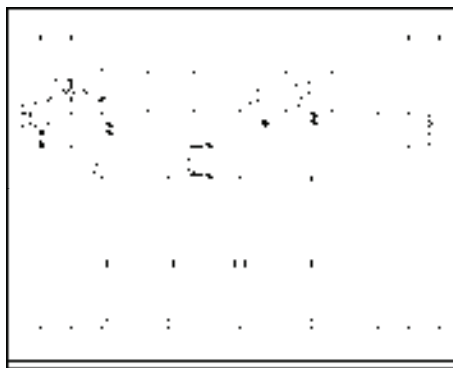

图 15-153 绘制雨棚
22) 绘制雨棚。调用“矩形”命令和“修剪”命令，绘制矩形并修剪线段，结果如图 15-153 所示。